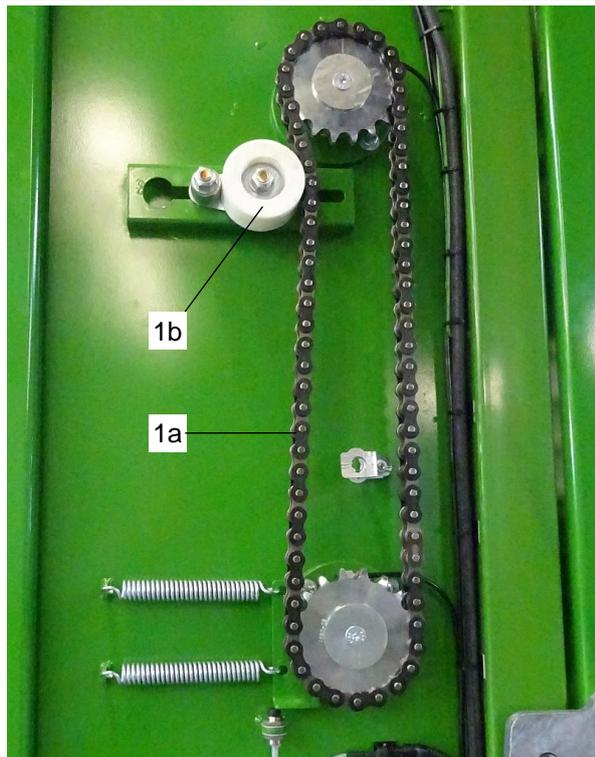
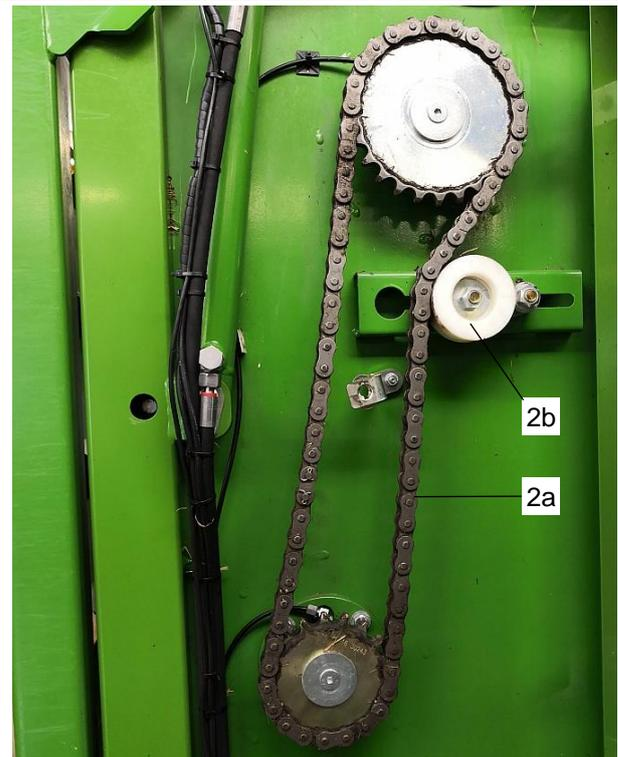

Bild 165: Dosiereinrichtung – Antrieb links
Bild 166: Dosiereinrichtung – Antrieb rechts
Zum Nachspannen der Rollenketten (Bild 165 / Pos.1) muss wie folgt vorgegangen werden:
- Lösen Sie die 4 Befestigungsschrauben (Bild 165 / Pos.2).
- Spannen Sie die Rollenkette durch verschieben der Spannplatte (Bild 165 / Pos.3). Drehen Sie dazu die Einstellschraube (Bild 165 / Pos.4) heraus.
- Sichern Sie die Einstellschraube (Bild 165 / Pos.4) durch Festziehen der Kontermutter (Bild 165 / Pos.5).
- Ziehen Sie die 4 Befestigungsschrauben (Bild 165 / Pos.2) wieder fest an.
Der Antrieb der Dosierwalzen erfolgt durch zwei starke Rollenketten (Bild 165 / Pos.1a + Bild 166 / Pos.2a). Die Rollenketten werden durch Spannklötze gespannt (Bild 165 / Pos.1b + Bild 166 / Pos.2b).